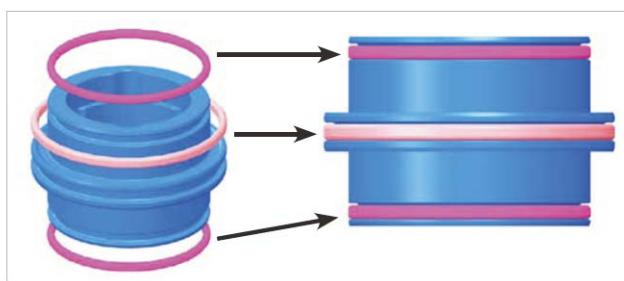
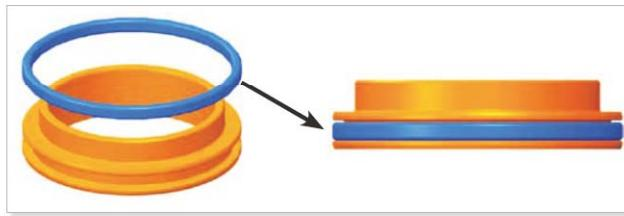

图11-3 安装活塞顶部O形圈
图11-4 安装活塞底部O形圈
2. 如总装图所示，将O型圈装入活塞顶部和活塞底部的凹槽中。用手指小心地将O型圈推入凹槽中。确保O形圈牢固地固定在凹槽中。见图11-3和图11-4。